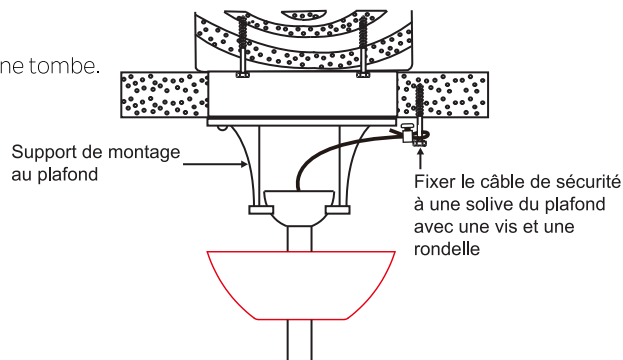

Fig. 11
Étape 1. Fixez la vis à bois et les rondelles fournies à la solive du plafond à côté du support de montage sans serrer (Fig. 11).